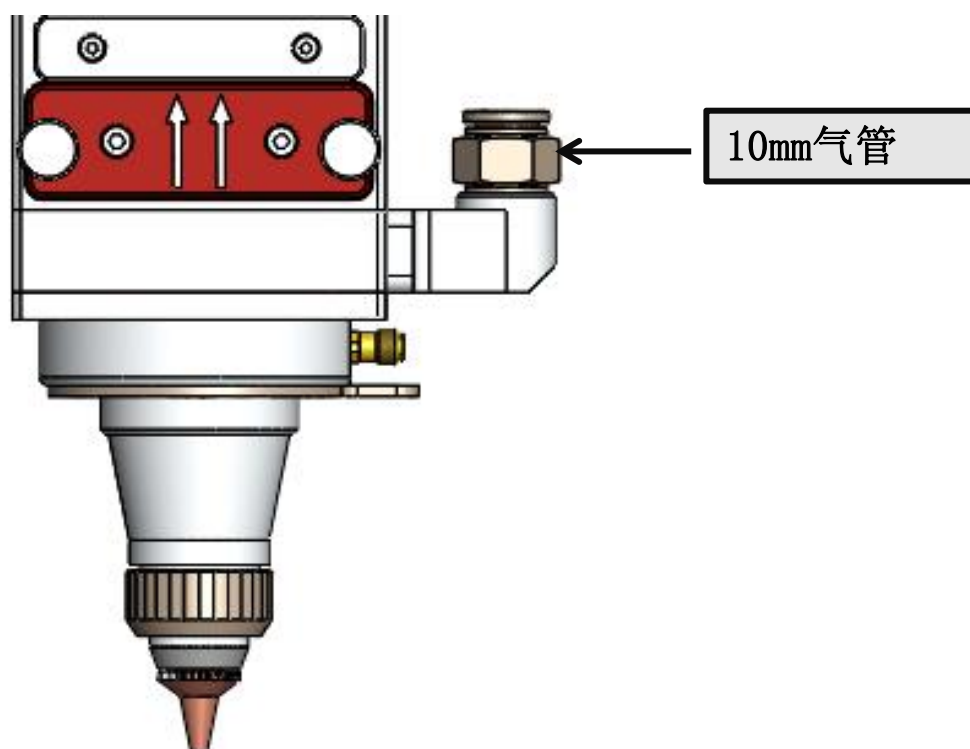

图1.4
- ① 输入口接10mm气管，如下图1.4所示，用于对接切割气体，输入压力 $<3.0\text{Mpa}$ 。